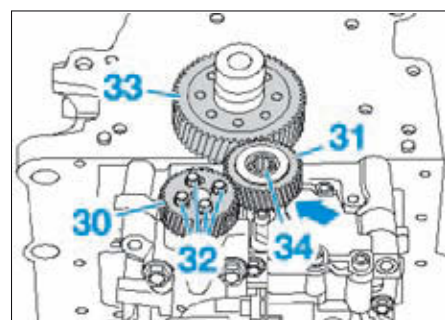

FIG. 94
- Positionner avec précaution le pignon (30) de l'arbre d'équilibrage en poussant le pignon intermédiaire (31) légèrement sur le côté (Fig.94).
- Serrer les vis (32) du pignon (30) d'arbre d'équilibrage.
- Pousser fortement le pignon intermédiaire (31) dans le sens de la flèche pour l'engager dans la denture du pignon d'entraînement (33) et du pignon de l'arbre d'équilibrage (30).